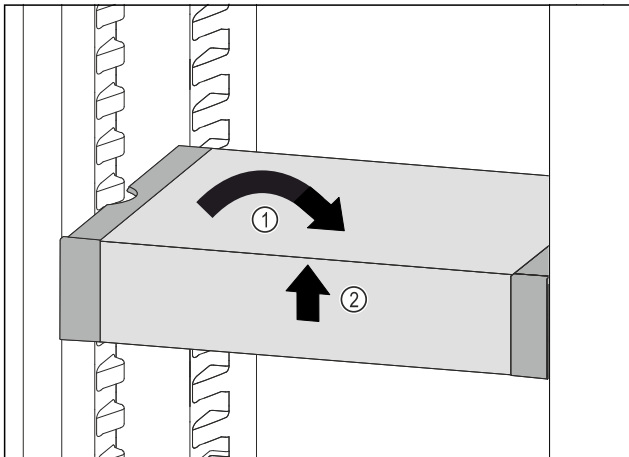

Fig. 105
- ▶ Установите VarioSafe прямо. Fig. 105 (1)
- ▶ Приподнимите VarioSafe спереди. Fig. 105 (2)